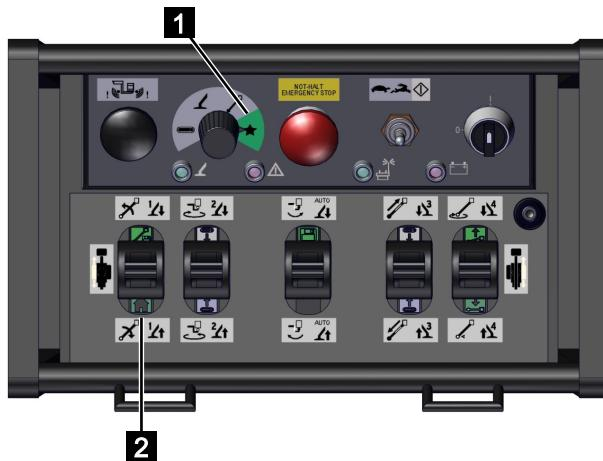

Abb. 145
2. Funktionswahlschalter (Abb.145/1) auf [Sonderfunktion] (grün) stellen.
3. Den Steuerhebel (Abb.145/2) nach hinten ziehen und halten bis der Bühnenaufbau in Transportstellung gefahren ist.